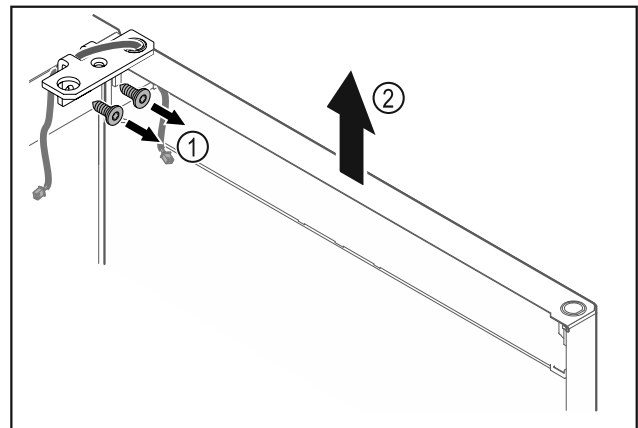

Fig. 15
- ▶ Odvrnite kutne šarke Fig. 15 (1).
- ▶ Dignite vrata s kutnim šarkama Fig. 15 (2) cca 200 mm ravno prema gore i skinite ih.